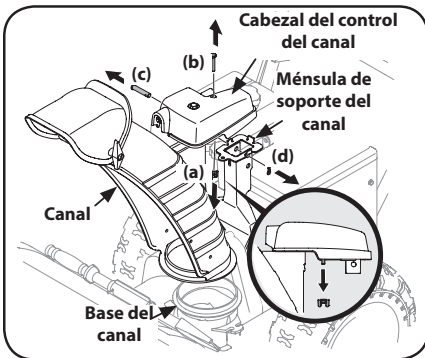

Figura 2-17
1. Retire la tuerca de mariposa (a) y el tornillo hexagonal (b) del cabezal de control del canal, y el pasador de horquilla (c) y el pasador de chaveta (d) de la ménsula de soporte del canal. Ubique el conjunto del canal (mirando hacia adelante) sobre la base del canal. Consulte Figura 2-17.